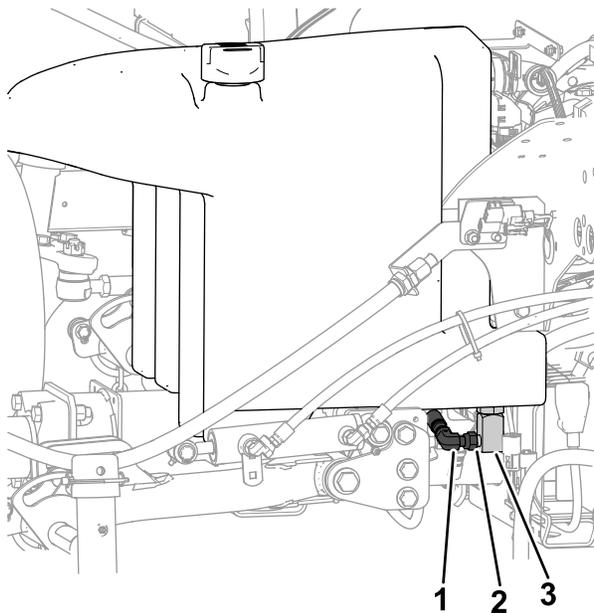

図 118
2. 油圧タンクの底部にあるマニホールド (**図 118**) の下に大きなドレンパンを置く。 **油圧オイルの容量 (ページ 71)** を参照。